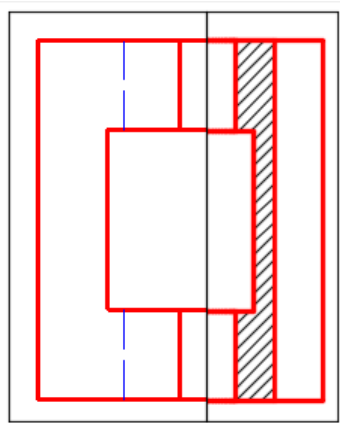

Рис. 26
- а) для вариантов с трёхгранными, четырёхгранными и пятигранными внешними призмами (варианты 1,5,9,13,17,21,25,29, 4,8,12,16,20,24,28, 2,6,10,14,18,22,26,30) сделать рамку видового экрана вида спереди больше половины и рамку видового экрана фронтального разреза меньше половины - для отображения ребра призмы на виде (рис. 26, 27);